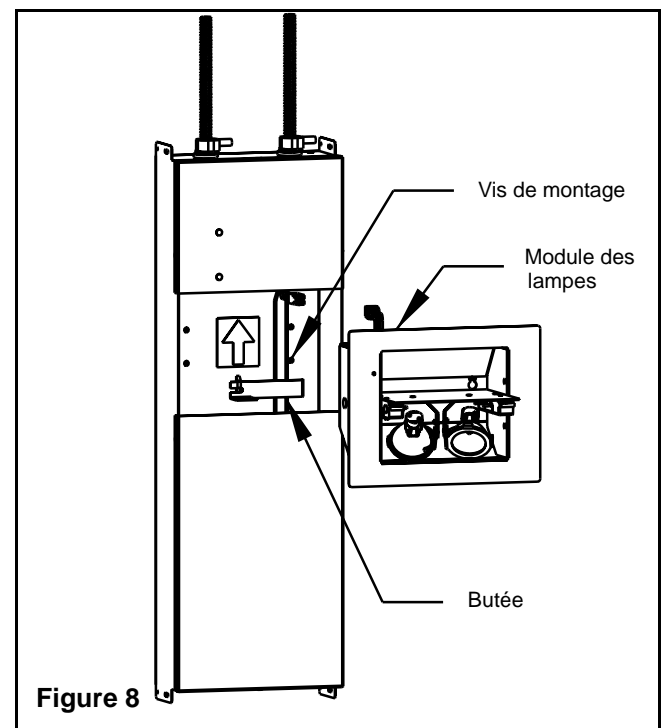

Figure 8
4. Placez les deux fils sous la butée et glissez la butée vers la gauche jusqu'au bout de la fente dans le boîtier encastré (Figure 8).
7. Placez les deux fils sous la butée et glissez la butée vers la gauche jusqu'au bout de la fente dans le boîtier encastré (Figure 8).
### Installation du module de lampes (Figure 8)